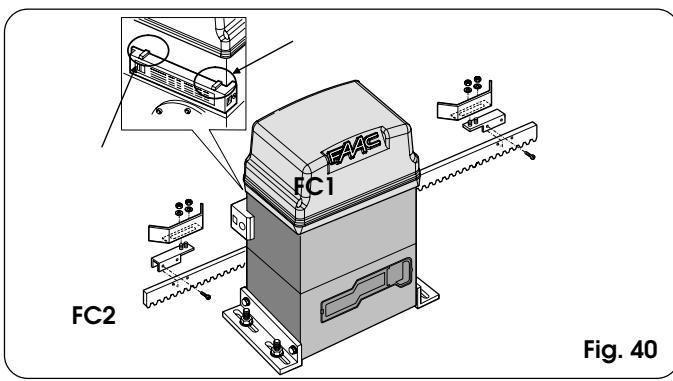

Fig. 40
- 1) Monteer de eindaanslag waarbij u het plaatje centreert ten opzichte van de schroefpennen van de drager (fig. 40).